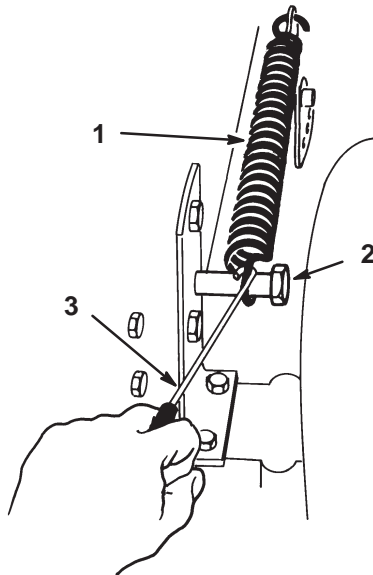

Bild 10
18. Haken Sie die Feder des Schneidhubwerks zwischen der rechten Hubhalterung des Schneidwerks und der Befestigungsschraube aus (Bild 10). Verwenden Sie das mit der Maschine gelieferte Federwerkzeug.